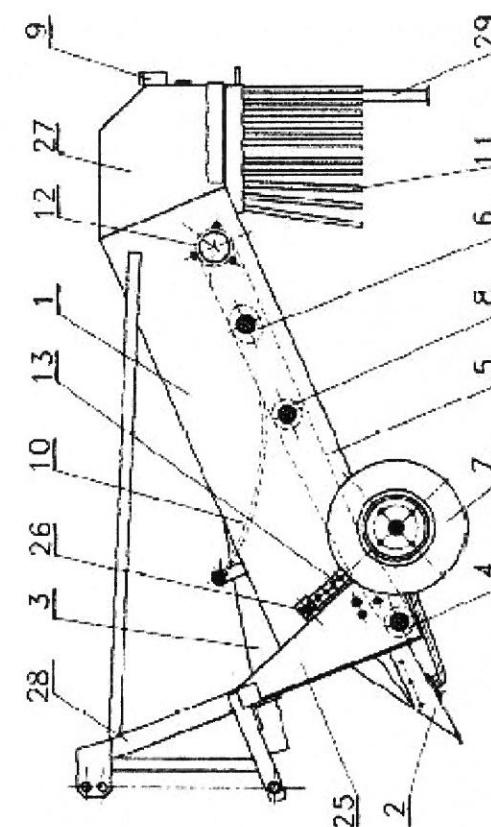

Рис. 2. Копатель картофеле
Несущей конструкцией машины является рама 1 (рис. 2), состоящая из двух боковых стенок (27) и навесного устройства (28), приваренных друг к другу, и раскосов, обеспечивающих необходимую жесткость.